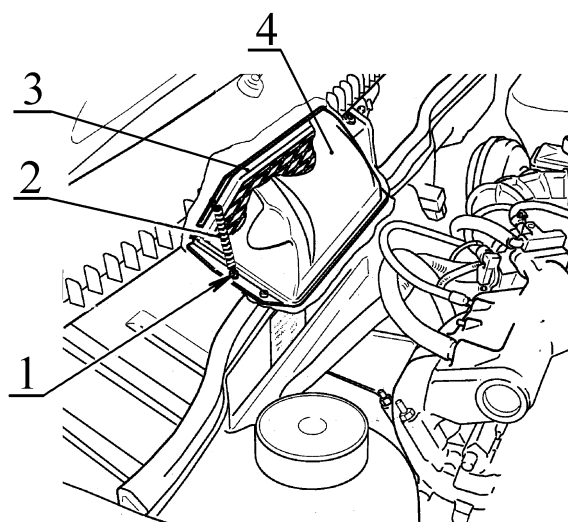

Рис.3. Снятие воздушного фильтра:
6.1 Отвернуть два винта 1, рис.3 от защитного кожуха 4 вентилятора отопителя, снять воздушный фильтр 3 с пружинами 2 в сборе (отвертка крестообразная).